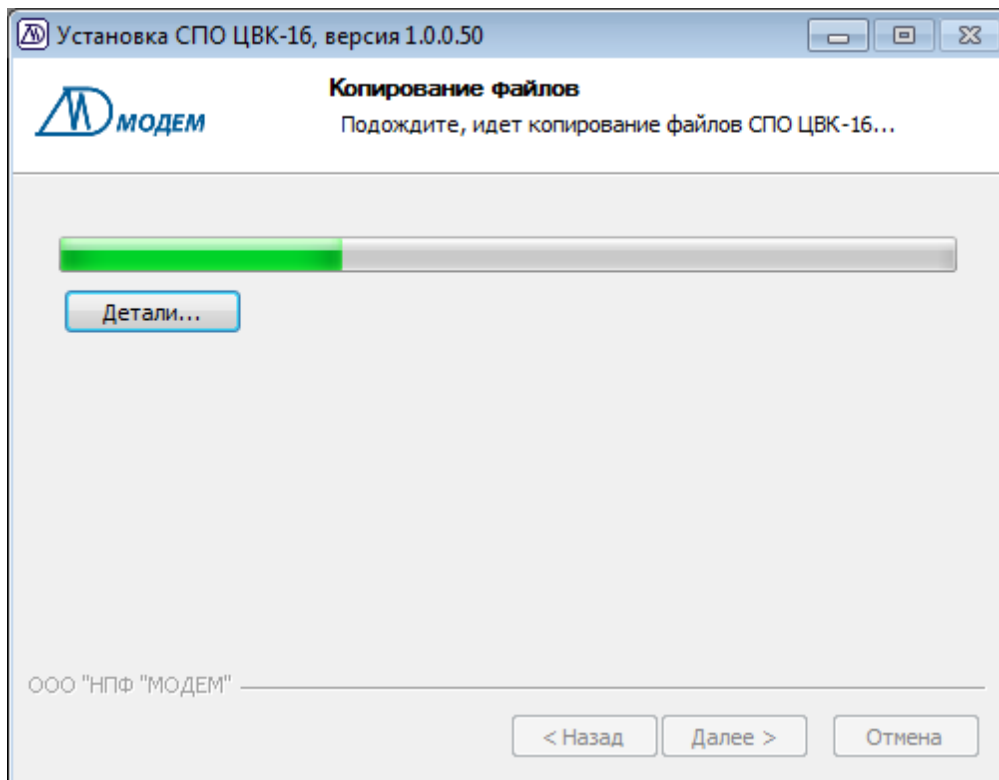

Рисунок 2.6. Прогресс установки
5) Нажмите кнопку “Установить” для запуска процесса. В процессе установки будет отображаться индикатор прогресса, рис.2.6.